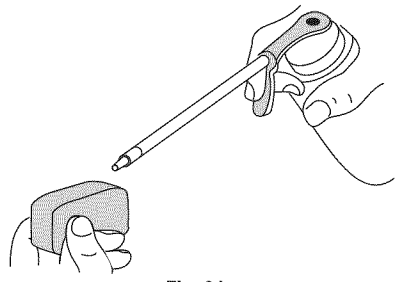

Fig. 24
- Aplique suficiente aceite limpio de motor SAE 30 para recubrir ligeramente el filtro (Fig. 24).